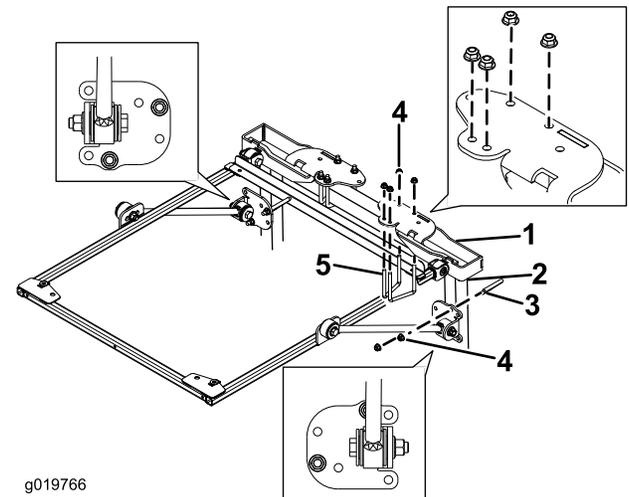

Bild 28
5. Befestigen Sie die Befestigungshalterungen des Überrollschutzes an der Oberseite des Überrollbügels der Zugmaschine (**Bild 28**). Stellen Sie sicher, dass der Überrollbügel in den Befestigungshalterungen des Überrollschutzes zentriert ist.
6. Befestigen Sie jede Befestigungshalterung des Überrollschutzes mit zwei U-Bügeln ($2\frac{3}{4}''$) und vier Bundmuttern in den in **Bild 28** abgebildeten Befestigungslöchern an der Oberseite des Überrollbügels.
7. Befestigen Sie jede Strebenhalterung lose mit einem U-Bügel (4") und zwei Bundmuttern in den in Bild 28 abgebildeten Befestigungsöffnungen an den Streben des Überrollbügels.